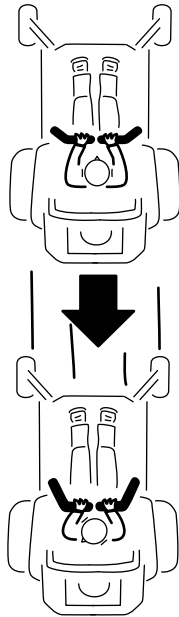

Figura 27
- Para ir hacia atrás, tire lentamente de las palancas de control de movimiento hacia atrás (Figura 27).